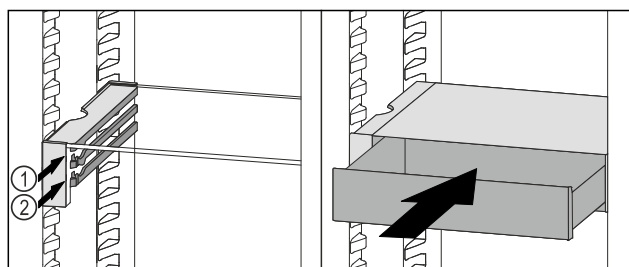

Fig. 59
- ▶ Założyć szufladę VarioSafe za stoperami na wybranych żebrach Fig. 59 (1) lub Fig. 59 (2).